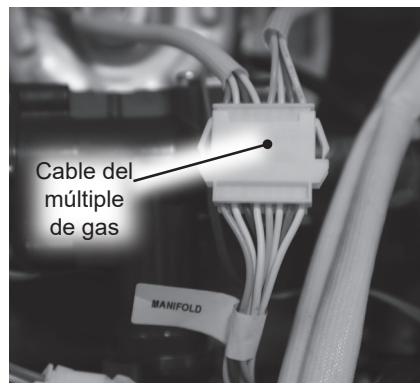

Figura 113 - Desconexión del cable del múltiple de gas
- 12 Ubique el mazo de cables del múltiple de gas y desconéctelo. Consulte la Figura 113.
- 19 Ubique el mazo de cables del múltiple de gas y conéctelo. Consulte la Figura 113.